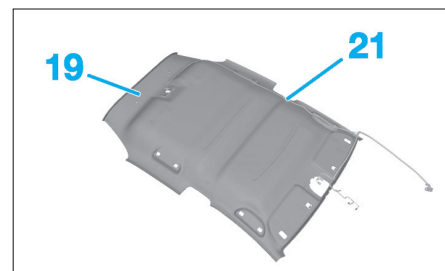

Fig. 73
- Repérer le positionnement du faisceau (21) sur la garniture de pavillon (19) (Fig.73).